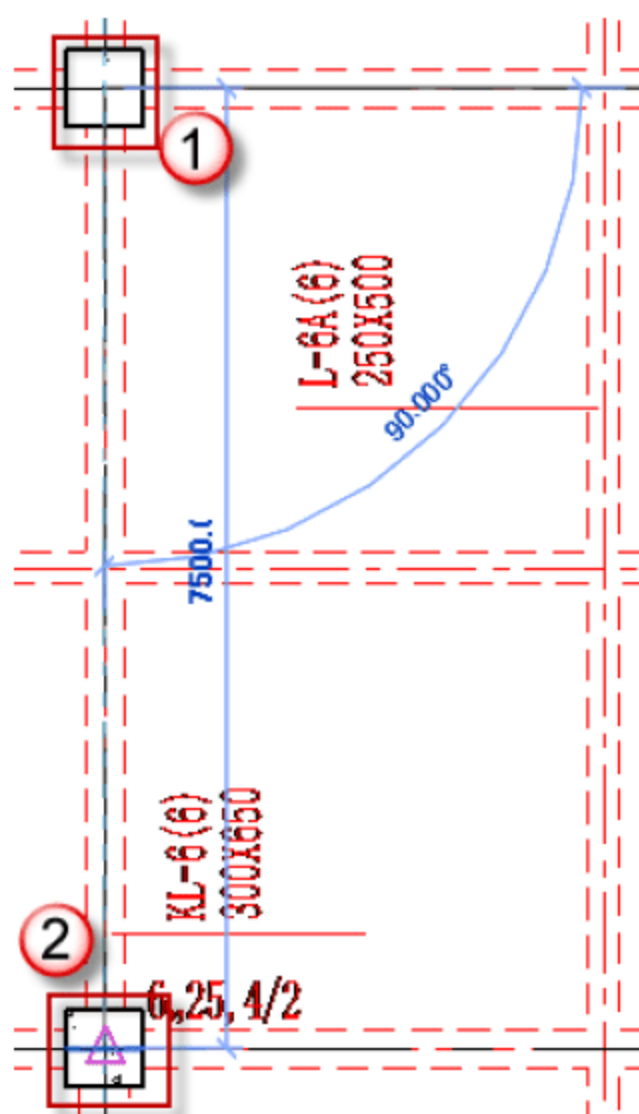

图 4.2.43 绘制 KL-6
- (18) 绘制矩形框架梁 KL-6，按快捷键 B+M，放置平面为“标高 2”平面视图，先单击起始柱的中心为起点，后单击终止柱的中心为终点，如图 4.2.43 所示。